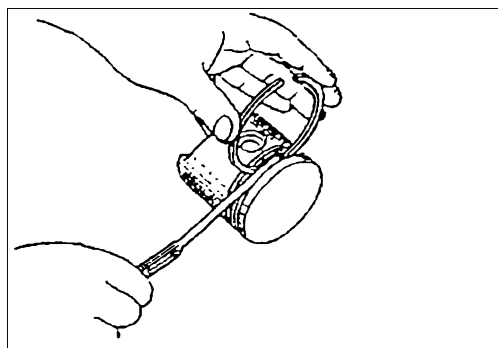

图 2-130 检查活塞环与活塞环槽之间的间隙
(1) 活塞环
① 检查活塞环有无损坏、过度磨损及破裂，若有则更换。如果更换活塞，则必须更换活塞环、活塞销。
② 如图 2-130 所示，检查活塞环与活塞环槽之间的间隙，若过大，应更换活塞环，或两者都更换。